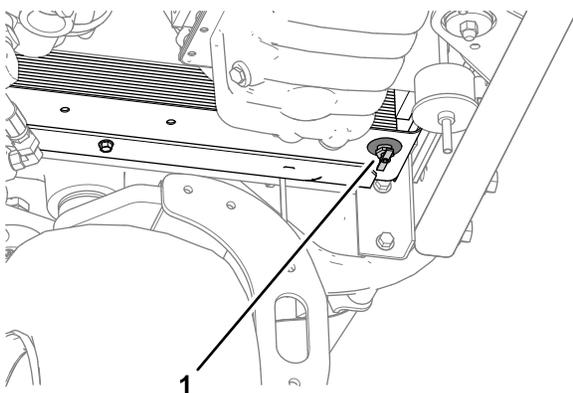

图7
2. 将指定容量的放油盘放在散热器排放阀下面然后打开排放阀图7。
4. 关闭排放阀图7。